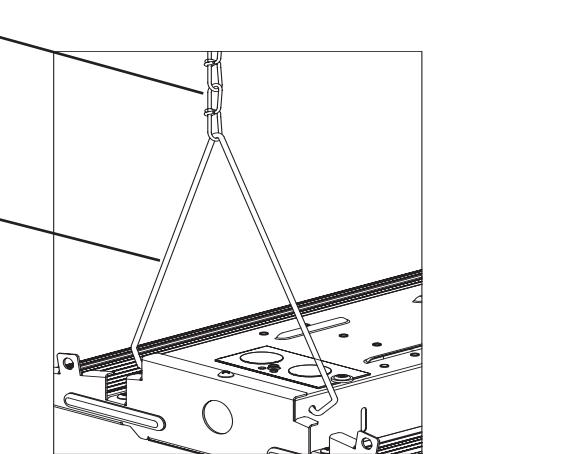

Figure 2
- 2) Attach the V-Hanger to fixture by hooking the hanger through holes on the Fixture Housing- See Fig 2.
- 2) Fije el colgante en V al accesorio enganchando el colgante en los orificios de la carcasa del accesorio. Ver Fig. 2.